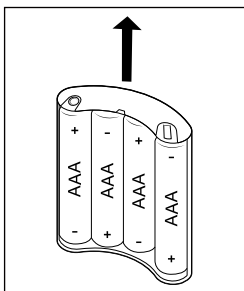

Abb. 3
6. Schieben Sie die Batteriehalterung 15 wieder in das Batteriefach 14. Achten Sie darauf, dass die Batteriehalterung 15 mit den Kontakten voran in das Batteriefach 14 eingeschoben wird (siehe Abb. 3 und 4).